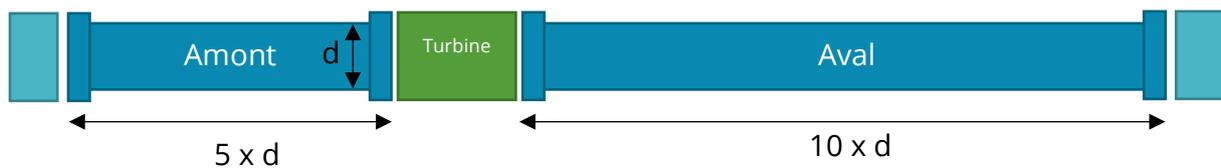

Figure 3 : Schéma de placement de la turbine
- en amont, une longueur de tube rectiligne libre (sans aucun appareil de mesure, organe d'action, coude, cône convergent ou divergent) équivalente à 5 fois le diamètre du tube, tel que représenté sur la figure 3 ;
- en aval, une longueur de tube libre équivalente à 10 fois le diamètre du tube, tel que représenté sur la figure 3.